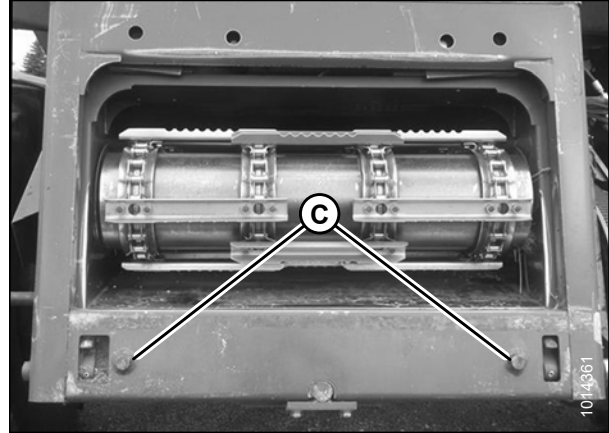

Abbildung 4.51: Ausrichtungsstifte
3. Den Mähdrescher anlassen und langsam auf das Schneidwerk zufahren, bis der Schrägförderer direkt unter dem Aufnahmerahmen am Floatmodul (A) ist und die Verriegelungsbolzen (C) (siehe Abb. 4.51, Seite 388) am Schrägförderer auf die Rundlöcher (B) im Floatmodul-Tragrahmen ausgerichtet sind.